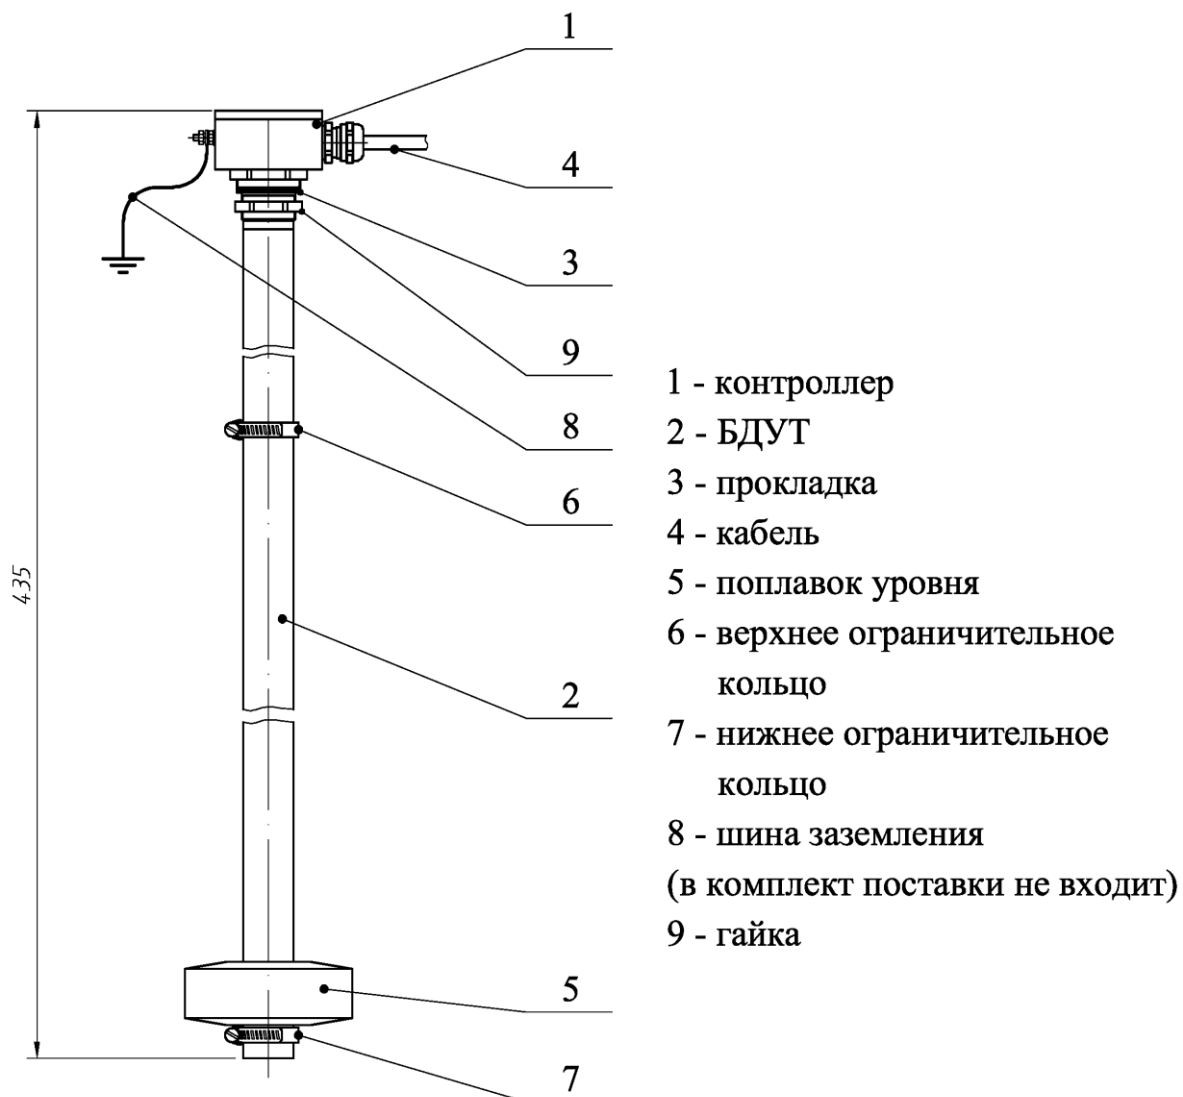

Рисунок 2.2 – ДУТ – КШЮЕ.407529.306-01
3.1.1 Извлечь ДУТ из заводской упаковки, при этом необходимо принять меры предосторожности, предотвращающие механические повреждения поплавка 5 (рисунок 2.2).
- 5.2 Отсоединить от контроллера 1 шину заземления 8 (рисунок 2.2).